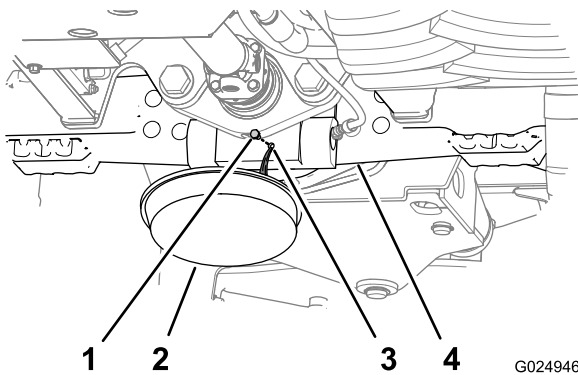
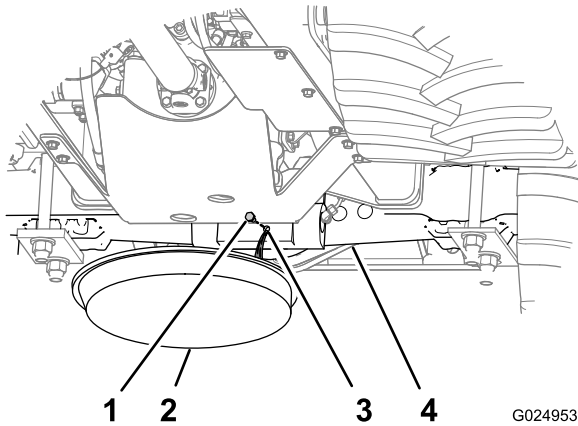

Bild 93
Bild 94
1. Stellen Sie eine Auffangwanne unter das Ritzelgehäuse der Achse (Bild 93 und Bild 94).
2. Entfernen Sie die Schrauben aus dem Schauglas und der Ablassöffnung im Ritzelgehäuse der Achsen (Bild 93 und Bild 94).